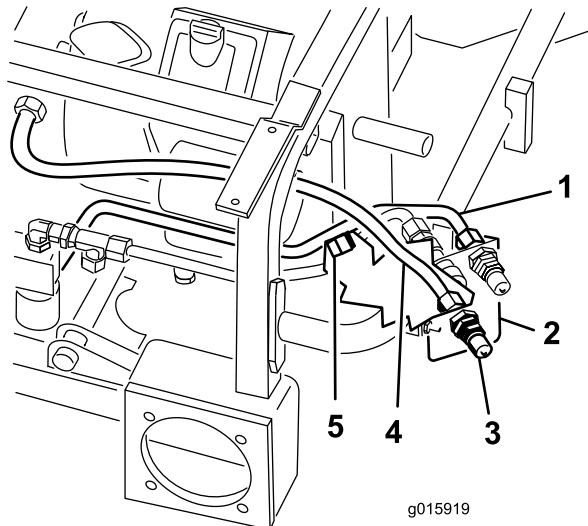

Bild 17
8. Befestigen Sie die Hydraulikleitung (Schlauch) Nr. 5 lose an der unteren Kupplung mit Außengewinde (Bild 17).